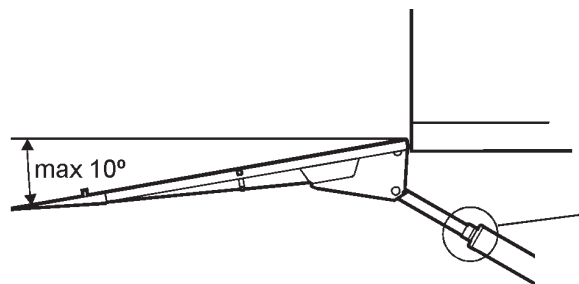

Bild 42. Nedtiltningsvinkel ska justeras till max 10°
1. Kör lyft-upp så att lyftbryggan når flak. Bild 42.
3. Tilta ner bryggan till max 10 grader under horisontalplanet. Bild 42.